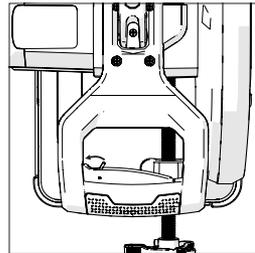

Fig. 12
- Appuyez sur l'interrupteur de sécurité à gauche de l'interrupteur à gâchette, situé à gauche (**Fig. 12**).